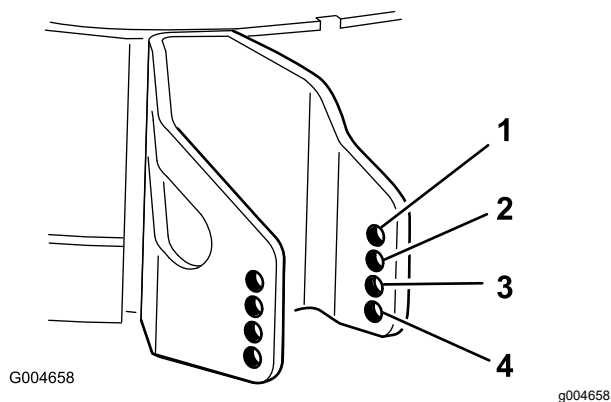

Figura 11
4. Seleccione el taladro que hará que el rodillo protector del césped esté lo más próximo posible a la altura de corte deseada (Figura 11).